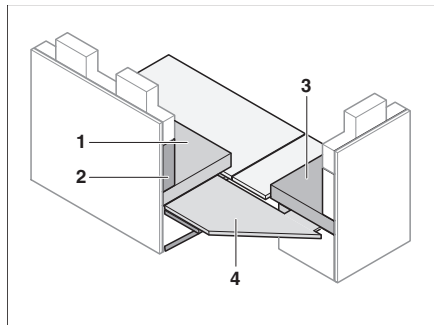

Bild 148 Verstärkungsplatte einsetzen
- Verstärkungsplatte (Bild 148,4) auf Sitzbankverlängerung auflegen.